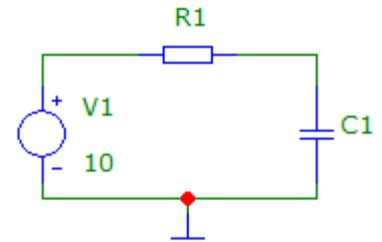

Рис. 5.1 - Схема для исследования идеального конденсатора с батареей
1. Собрать схему для исследования процессов в конденсаторе при подключении источника постоянного напряжения (Рис. 5.1). Напряжение источника 10 В. Сопротивление резистора  $R1 = 1$  кОм. Ёмкость конденсатора  $C1$  равна номеру варианта (в мкФ).